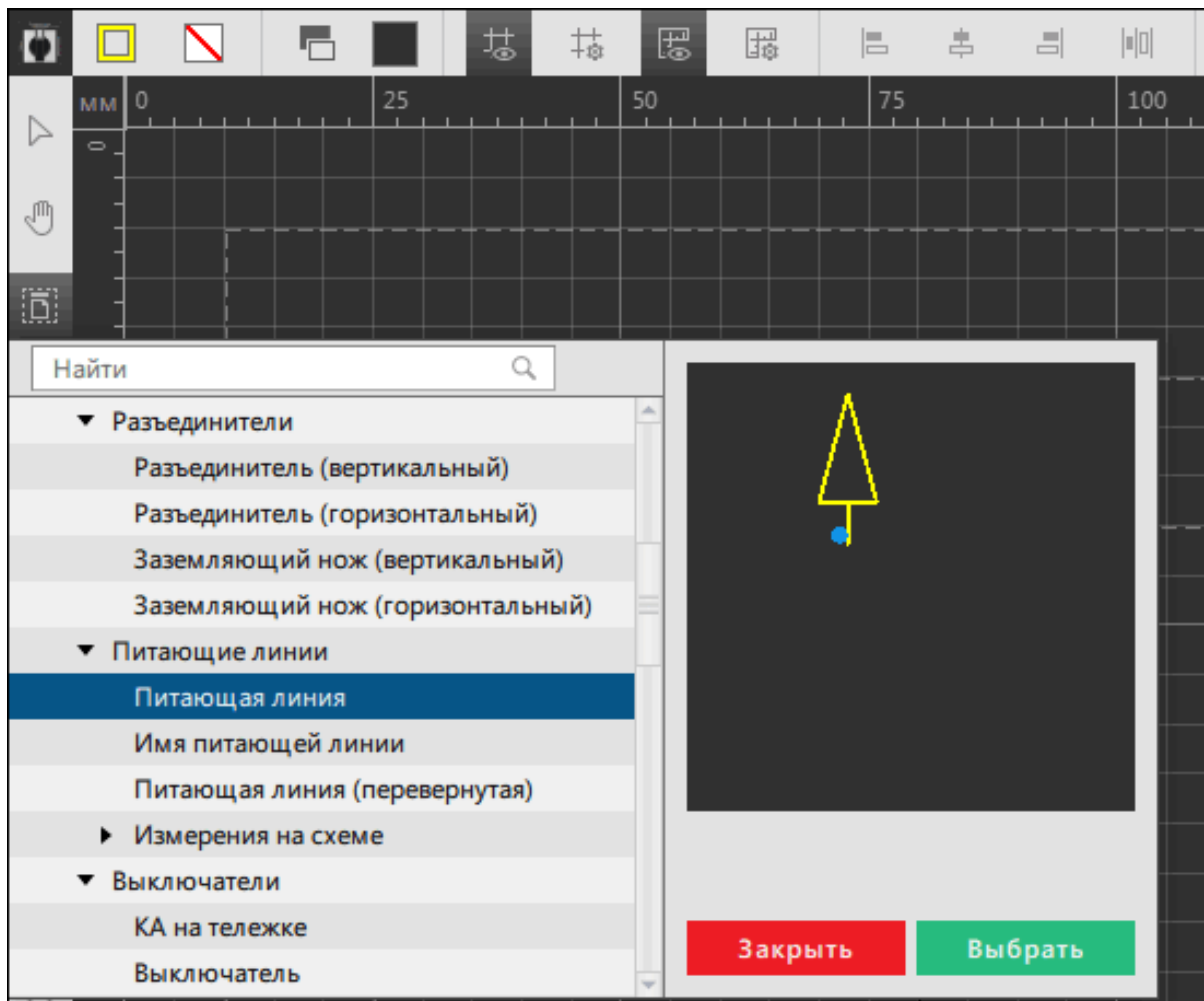

Рисунок 365 - Добавление графического представления
8. Выполните рисование присоединения мнемокадра с помощью добавления элементов из библиотек через инструмент **Графическое представление** (Рисунок 365).